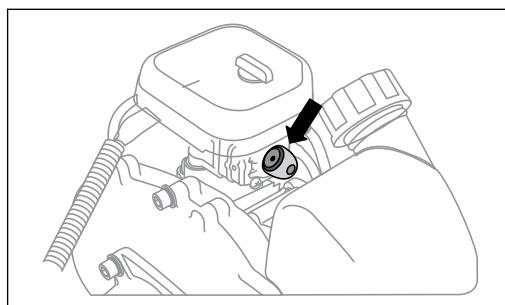

рис. 3
3. Несколько раз нажмите на прозрачный колпачок ручной подкачки топлива (праймер), расположенный между воздушным фильтром и топливным баком, для заполнения карбюратора топливной смесью (рис. 3). При этом сквозь прозрачный колпачок кнопки должна просматриваться подкачивающая топливная смесь.